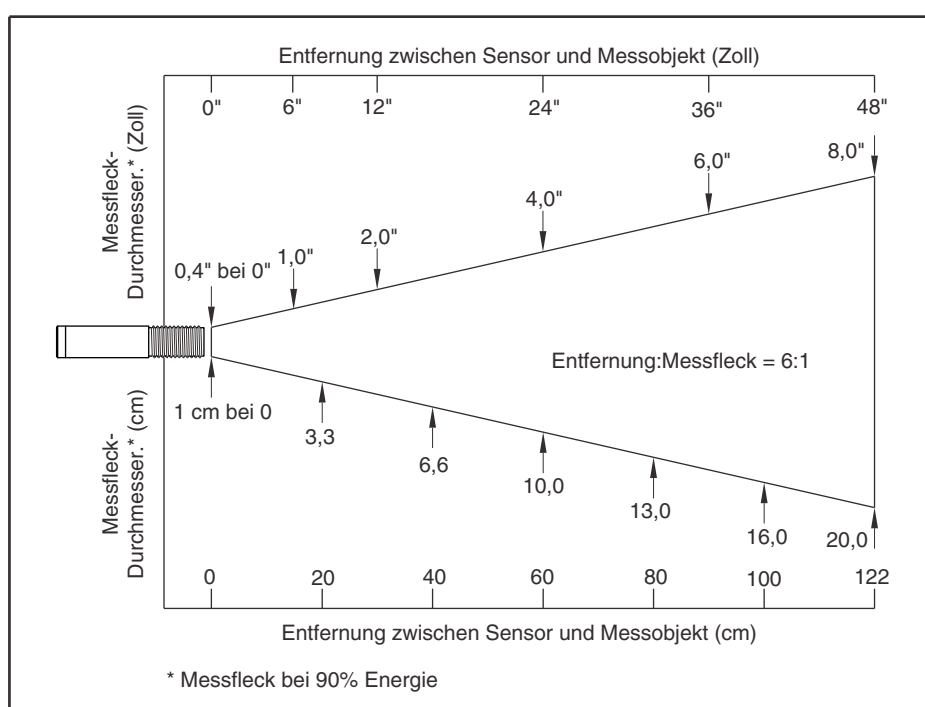

Abbildung 3-1. Optik und Messfleck
- Das Messobjekt ist größer als der Messfleck des Sensorkopfs (Abb. 3-1).